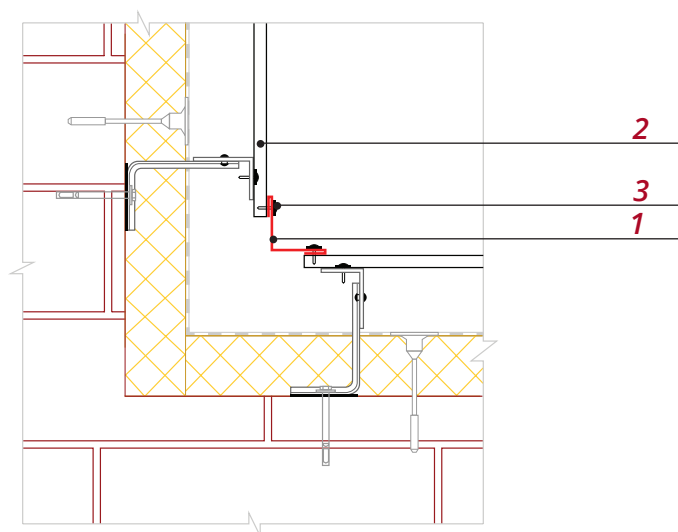

Рис. 10
- Планку угла внутреннего простую **1** крепите после монтажа панелей сайдинга **2** (рис. 10). Рекомендуется использовать саморезы ПШС с окрашенной головкой **3**, вытяжные заклепки или кровельные саморезы 5,5х19.